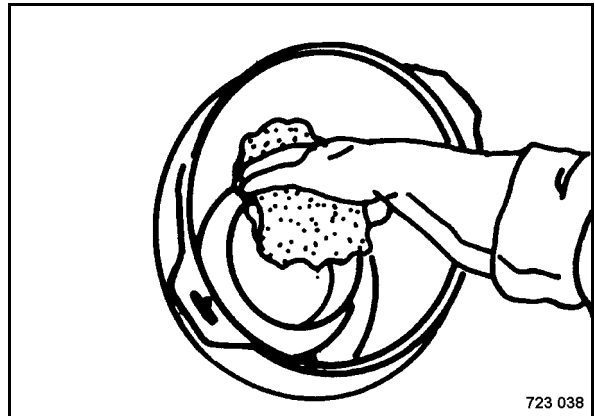

Fig. 155
- Limpiar la superficie de contacto del tubo de salida (Fig. 155).